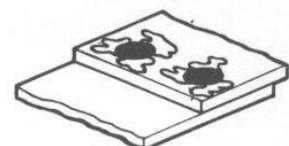

Figure.7.14
- Un courant trop élevé pour la pression de la pince et une prolongation du temps de soudage provoque une expulsion de métal en surface (Figure.7.14).